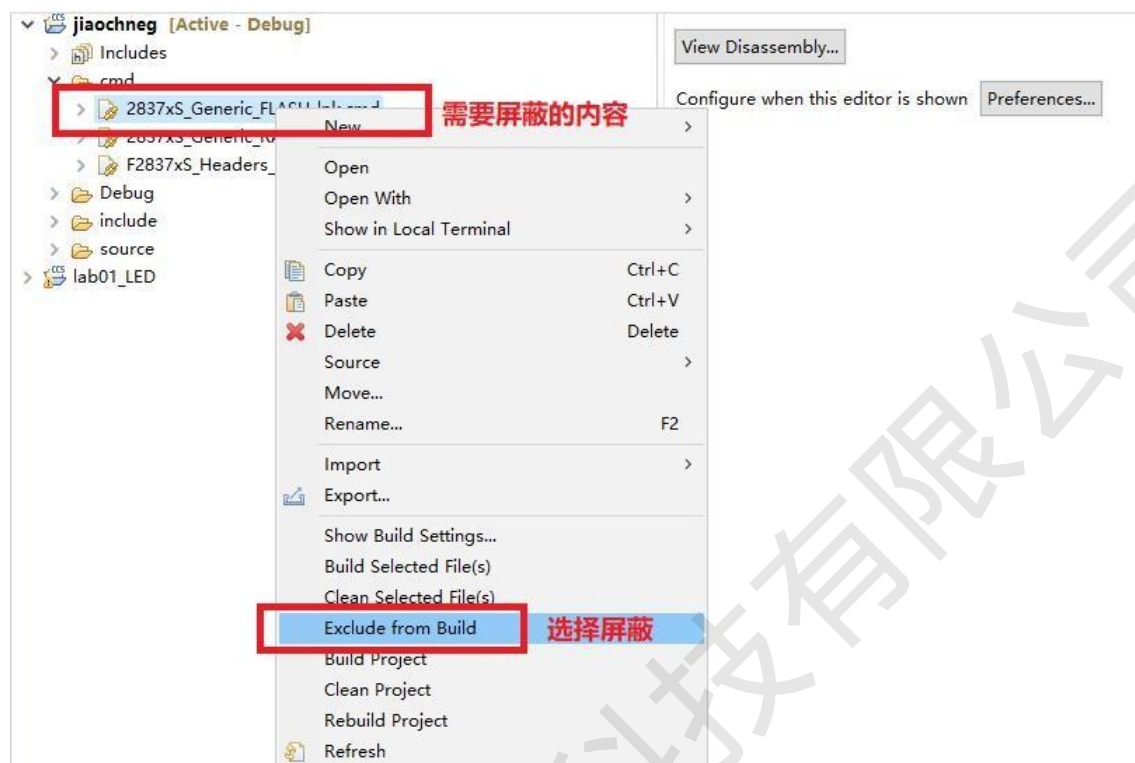

图 3-2-1
②CMD 文件负责分配 DSP 的内存空间,将例程中的“.cmd”文件拷贝到新建工程 CMD 文件夹下,根据仿真和烧写,自行选择屏蔽(参见第五章内容)。方法是右击要屏蔽的文件,选择“Exclude from build”。例如“2837xD_FLASH_lnk_cpu1.cmd”是要屏蔽的文件,则情况如图 3-2-1 所示: